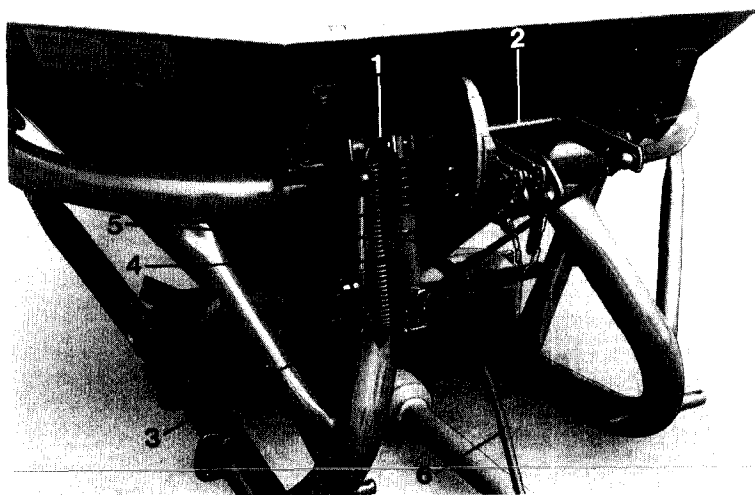

Fig. 9
- 5.8.1.1 Koppeldeel (fig. 9/1) rechts op de schakelas (fig. 9/2) schuiven en met de meegeleverde verbindingstift aan elkaar verbinden.
- 5.8.1.2 Houder (fig. 9/3) op het koppeldeel (fig. 9/1) schuiven en met twee bouten M 10 x 16 aan de montageplaat aan het frame schroeven.
- 5.8.1.3 De hydraulische cilinder (fig. 9/4) met behulp van een "holle buispen" en een M 8 bout, aan een koppeldeel (fig. 9/1) koppelen.
- 5.8.1.4 De veer (fig. 9/5) boven aan het koppeldeel (fig. 9/1) ophangen.
- 5.8.1.5 De spanbout M 10, van onder door de houder (fig. 9/3) steken en de veren (fig. 9/5) tot aan de aanslag spannen.
- 5.8.1.7 De hydraulische slangen (fig. 9/6) aansluiten.
- 5.8.1.8 De werking controleren. Bij te zware gang de veren (fig. 9/5) er naast hangen en de hydraulische slang (fig. 9/6) er af schroeven. De schuiven moeten dan licht te bedienen zijn. Anders de geleidingen van de schuiven enigszins oplossen en de lagering van de schakelas (fig. 9/2) corrigeren.